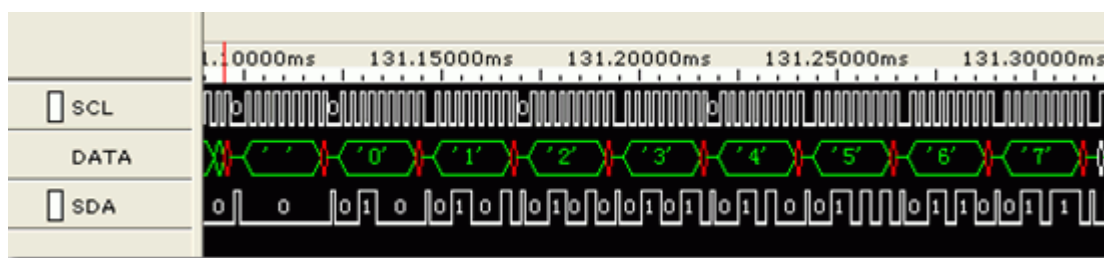

图 9.23 写入的数据
2. 写入的数据。实验程序是往CAT24WC02内部写入‘0~7’（ASCII字符）8个数据。分析解码的效果图：我们可以看到是往CAT24WC02写入的数据正是‘0~7’（ASCII字符）。如图 9.23所示。